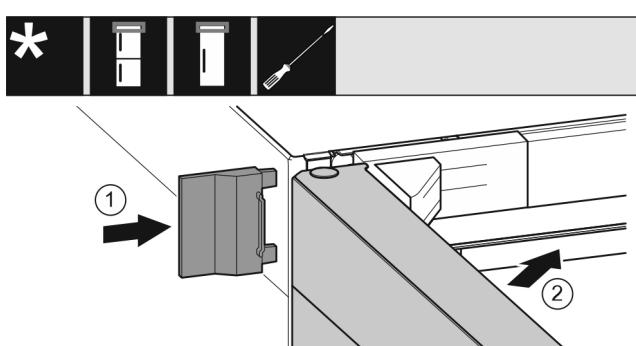

Fig. 23
- Ωθήστε το ξωτερικό κάλυμμα Fig. 23 (1).
- Κλείστε την επάνω πόρτα Fig. 23 (2).